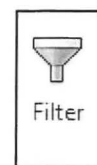

Fig. 15.08. Filter det markerede.
- Tryk på *Filter* (Fig. 15.08) i toppen af skærmen, for at fravælge de markerede konstruktioner.